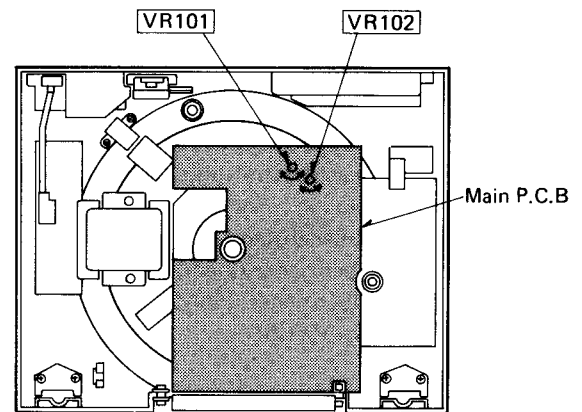

Fig. 23
6. Adjust VR101 by the screwdriver from under the set until the rated speed (45 r.p.m.) is obtained while checking it through the stroboscope. (See Fig. 23.)
8. Adjust VR102 by the screwdriver until the rated speed (33-1/3 r.p.m.) is obtained while checking it through the stroboscope. (See Fig. 23.)
6. VR101 von der Unterseite her mit einem Schraubenzieher justieren, bis die Nenndrehzahl (45 U/min) anhand des Stroboskops festgestellt wird. **(Siehe Abb. 23)**
8. VR102 mit dem Schraubenzieher justieren, bis die Nenndrehzahl anhand des Stroboskops festgestellt wird. **(Siehe Abb. 23)**